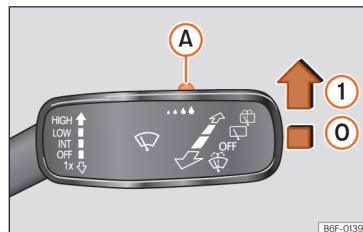

Abb. 75 Scheibenwischerhebel: Regensensor (A) einstellen.
Hebel in die gewünschte Position drücken »» (Abb. 75).
- ② Regensensor deaktiviert.
- ① Regensensor aktiv – automatisches Wischen bei Bedarf.
Nach dem Aus- und Wiedereinschalten der Zündung bleibt der Regensensor aktiviert und funktioniert wieder, wenn der Scheibenwischerhebel in der Position »» (Abb. 75) ① steht und schneller als 16 km/h (10 mph) gefahren wird.